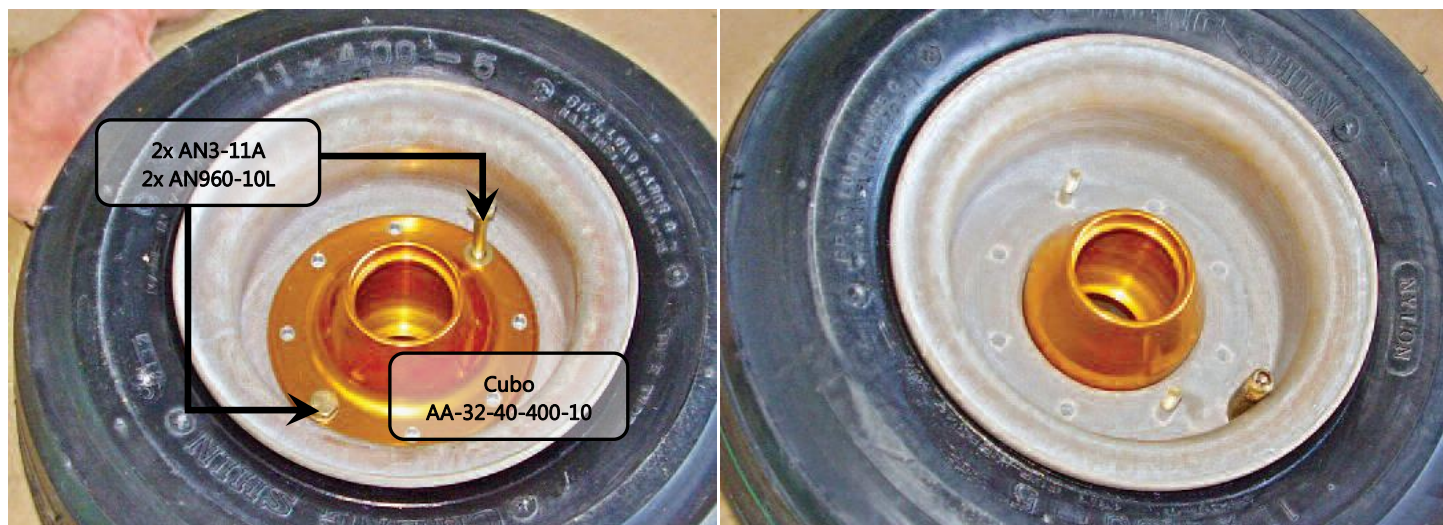

Figura 32.40.42 – Instalação dos dois parafusos iniciais.
8. Alinhar os furos do conjunto cubo e meia-rodas, onde não existe posição preferencial. Instalar os parafusos AN3-11A e arruelas AN960-10L, diametralmente opostos conforme ilustrado na figura 32.40.42.